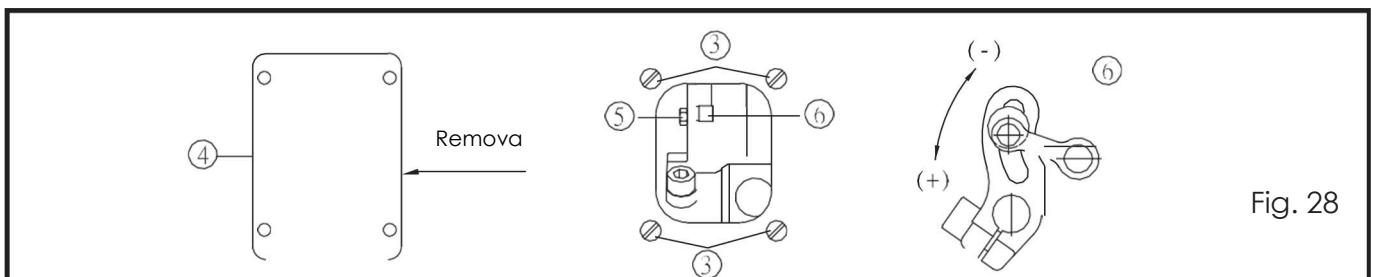

Fig. 28
- (1)Solte o parafuso ③ e remova a cobertura ④ da parte lateral traseira da base da máquina.
- (2)Solte a porca ⑤, e movimento da haste de conexão ⑥ ascendente e descendente. Para aumenta a taxa de alimentação diferencial, mova a haste de conexão ⑥ para (+) direção. Para aumenta-la, mova a haste de conexão ⑥ para (-).
- (3)Depois de ajustar, coloque a cobertura ④ de volta para a traseira da base da máquina e aperte o parafuso ③.(Fig.28)